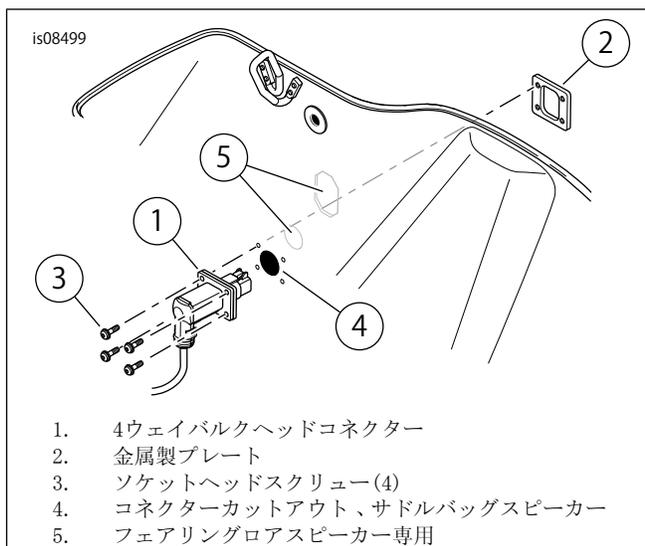

図2. 4ウェイハーネスコネクタの取り付け
9. 「図2」を参照してください。サドルバッグハーネスにある4ウェイバルクヘッドコネクタ(1)から金属製プレート(2)を取り外します。サドルバッグ穴(4)に内側からコネクタを挿入します。